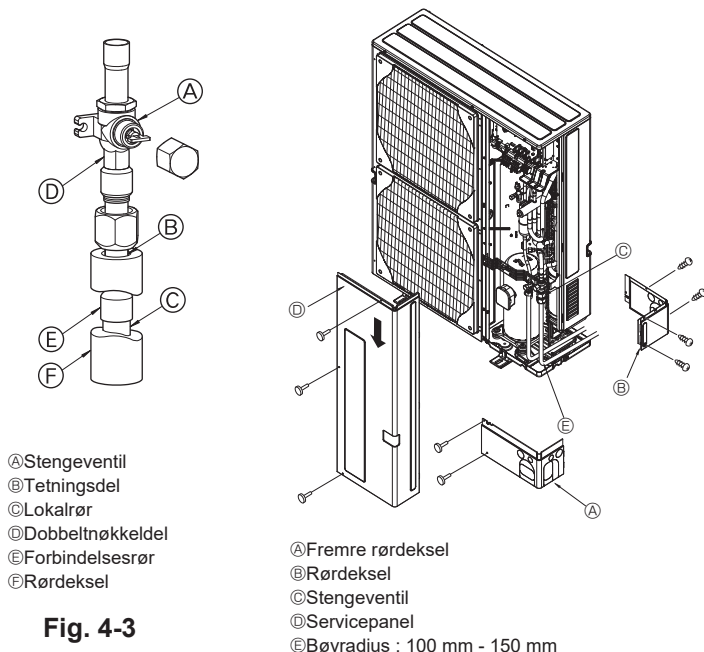

Fig. 4-3
- Bruk følgende fremgangsmåte for tilkobling av rør på gassiden. (Fig. 4-3) (SHW230)